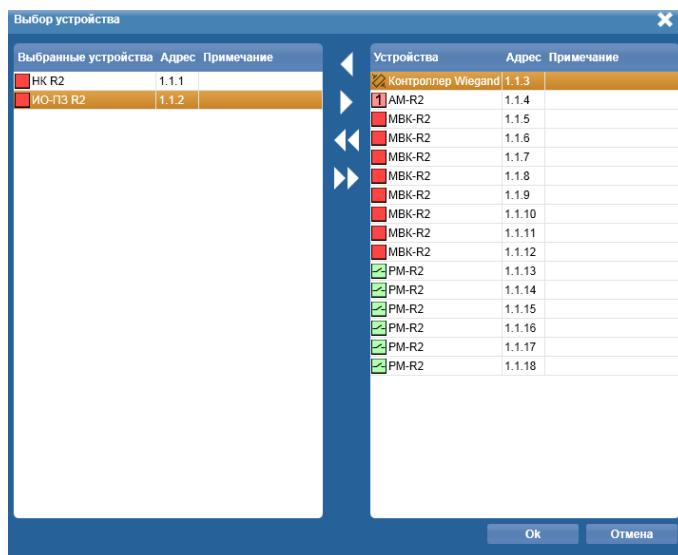

Рисунок 63.Окно Выбор устройств
**устройств** то откроется окно **Выбор устройств**, в котором можно выбрать нужные устройства (Рис.63). Выбор устройств осуществляется подобно другим вкладкам. Аналогичным образом можно выбирать зоны и направления.